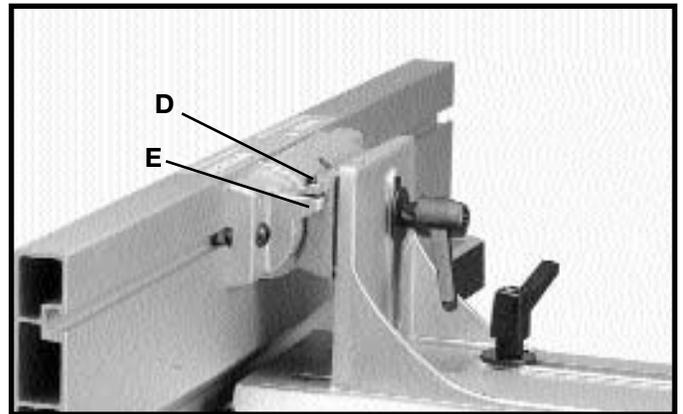

Fig. 27
5. Apriete el tornillo de fijación (D) Fig. 27 hasta que haga contacto con el tope (E).